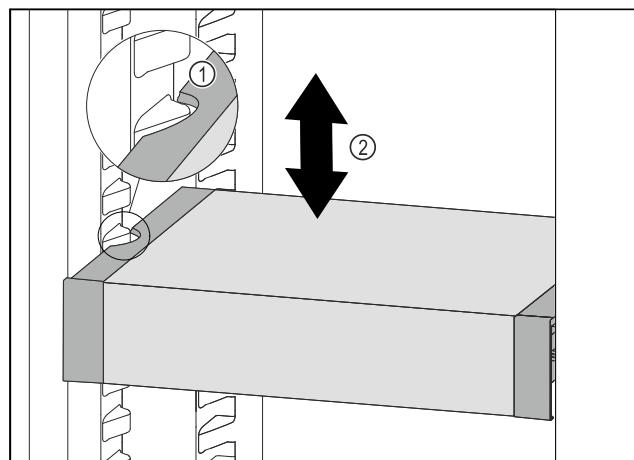

Fig. 77
- Изтеглете VarioSafe напред, докато страничните прорези на VarioSafe се намират на височината на реброто на съда в хладилната част. Fig. 77 (1)
- Преместете VarioSafe нагоре или надолу в хладилната част, докато се достигне желаната височина. Fig. 77 (2)